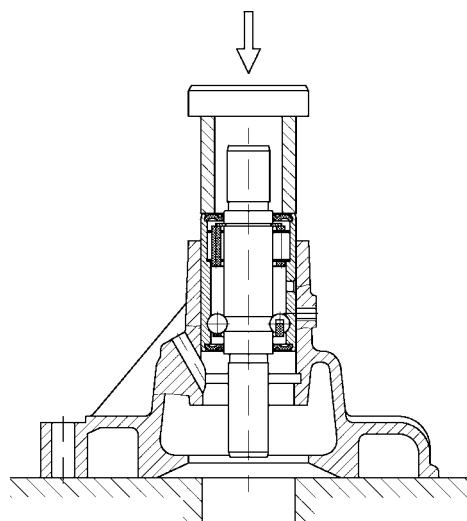

Рис. 4.54. Запрессовка подшипника с валиком в корпус насоса системы охлаждения
-с помощью оправки запрессовать подшипник с валиком в сборе в корпус так, чтобы гнездо под фиксатор на обойме подшипника совпало с отверстием в корпусе насоса (рис. 4.54);